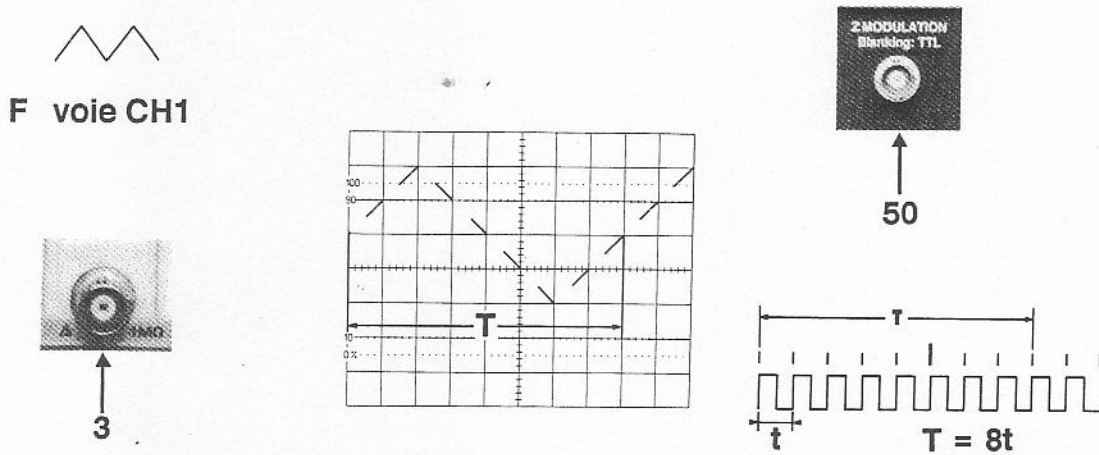

Fig 3.15
Elle comporte une entrée BNC 50 sur face arrière voir Fig 3.15
*Note : La Fig 3.15 illustre que si l'on observe 8 effacements pour 1 cycle d'un signal triangulaire appliqué en CH 1, ceci pour une modulation Z réalisée par un signal "marqueur de fréquence f", la fréquence du signal triangulaire sera :*